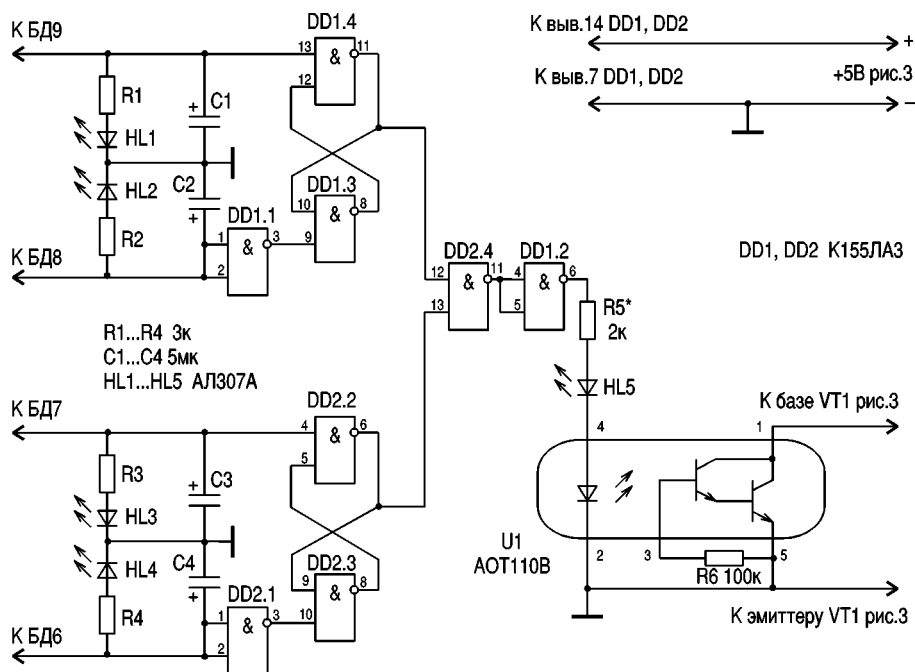

рис. 4
**Узел логики (рис.4)** представляет логическое устройство с объемом памяти 2 бита, которое состоит из двух RS-триггеров, объединенных элементом 2И-НЕ в алгоритме, необходимом для работы по четырем уровням водозабора. Получение других необходимых математических алгоритмов подробно описано в [5]. Таблицы истинности для RS-триггера и элемента 2И-НЕ приведены в табл.1 и 2.
Рассмотрим нижний уровень (БД9, БД8, рис.4). При увеличении уровня воды в скважине сначала всплывает нижний поплавок, а затем верхний, при уменьшении уровня воды в скважине происходит наоборот. Работа верхнего уровня аналогична. Необходимо также помнить, что при выполнении RS-триггеров из элементов 2И-НЕ заранее неизвестно, на каком соединении –12DD1.4 и 8DD1.3 или 11DD1.4; на 6DD1.3 и 9DD2.3 или на 5DD1.3 и 8DD2.3 будет прямой выход триггера, а на каком инверсный. Поэтому при разработке печатной платы необходимо предусмотреть на вышеуказанных соединениях технологические точки для